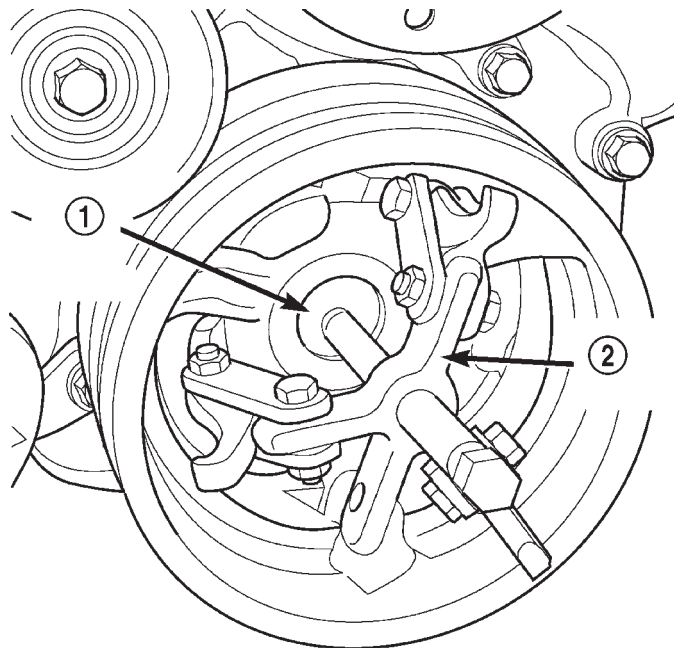

Abb. 65 Schwingungsdämpfer/Kurbelwelle—Ausbau
(9) Schraube des Schwingungsdämpfers/Kurbelwelle herausdrehen.
(10) Schwingungsdämpfer mit den Spezialwerkzeugen 8513 (Einsatz) und 1026 (dreiteiliges Abziehwerkzeug) demontieren (Abb. 65).